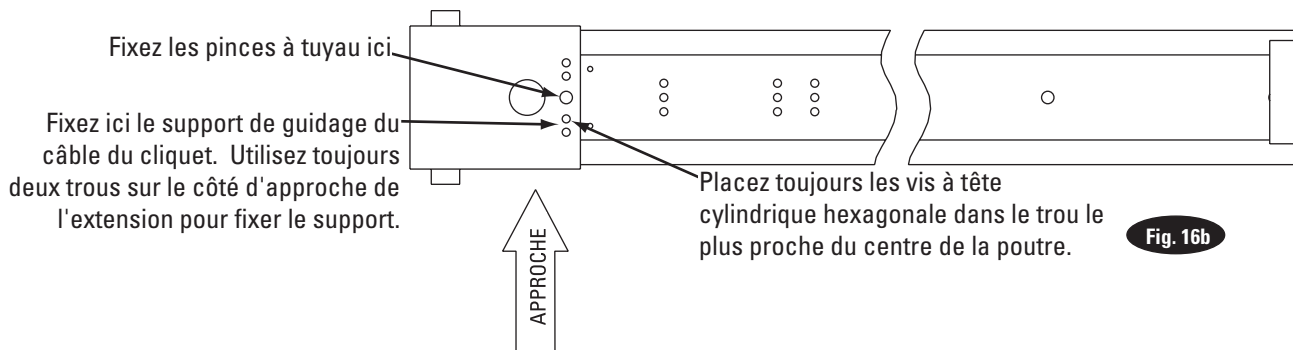

Fig. 16b
- D) Fixez les supports de guidage du chemin du câble de verrouillage sur la poutre comme indiqué, Fig. 16a et Fig. 16b. Utilisez toujours les trous situés du côté de l'approche du pont élévateur. La vis à tête cylindrique hexagonale doit se trouver dans le trou le plus proche du centre de la poutre, Fig. 16b.